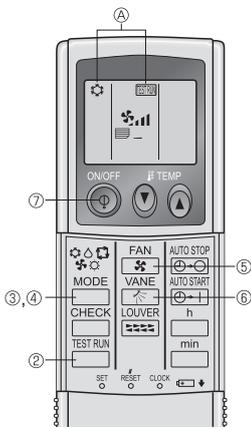

Fig. 7-5
7.2.2. 使用无线遥控器 (Fig. 7-5)
① 至少在试运转前 12 小时接通本机的主电源。
② 连续按下 **TEST RUN** 按钮两次。